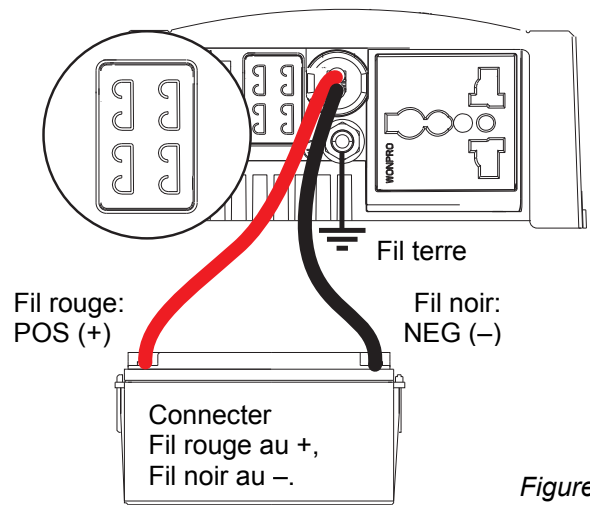

Figure 4
- Connecter le câble CC comme indiqué figure 4: le terminal noir NEG (-) au pôle négatif (-) de la source d'alimentation / batterie, le terminal rouge POS (+) au pôle positif (+) de la source d'alimentation / batterie. Ne pas placer les fusibles encore dans le porte fusibles.